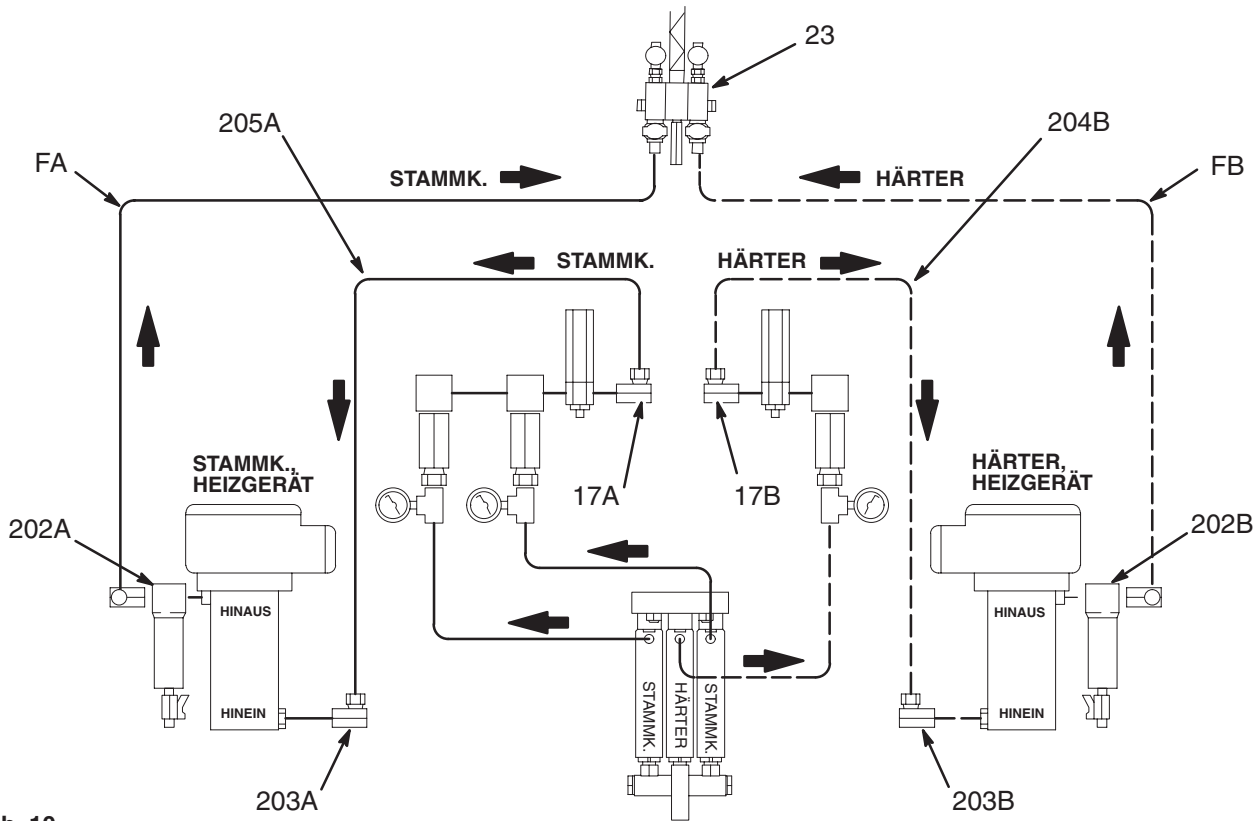

Abb. 10
**HINWEIS:** Es müssen zwei Schläuche (FA, FB in Abb.10) und Fittings vorgesehen werden, um die Heizgerät-Auslässe mit den Einlässen am Mischverteiler zu verbinden.
**HINWEIS:** Um zwei Stammkomponenten-Schläuche aufzunehmen, muss der Mischverteiler (23) von der Halterung abgenommen und weiter entfernt montiert werden.
1. Das Drehgelenk an den Verschraubungen (17A, 17B) lösen, um den Bogen (16A, 16B) auf beiden Seiten des Mischverteilers (23) abzunehmen. Die Verschraubungen (17A, 17B) so drehen, dass die Auslassöffnungen nach oben gerichtet sind. Siehe Abb. 10 und 11.
2. Einen neuen Härter-Schlauch (204B) zwischen der Verschraubung (17B) und dem Drehgelenk (203B) am Heizgeräte-Einlass anschließen. Siehe Abb. 10.
3. Einen anderen Härter-Schlauch (FB) zwischen Auslassbogen (202B) am Heizgerät und Härter-Seite des Mischverteilers (23) anschließen. Siehe Abb. 10.